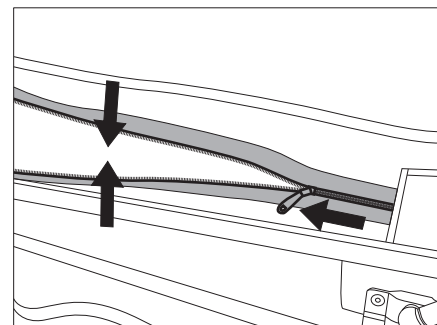

Figure 49 Soulager la fermeture éclair
- ▷ Pour fermer la fermeture éclair, tirer le toit relevable vers le bas pour que la fermeture éclair ne soit pas sous tension (Figure 49).